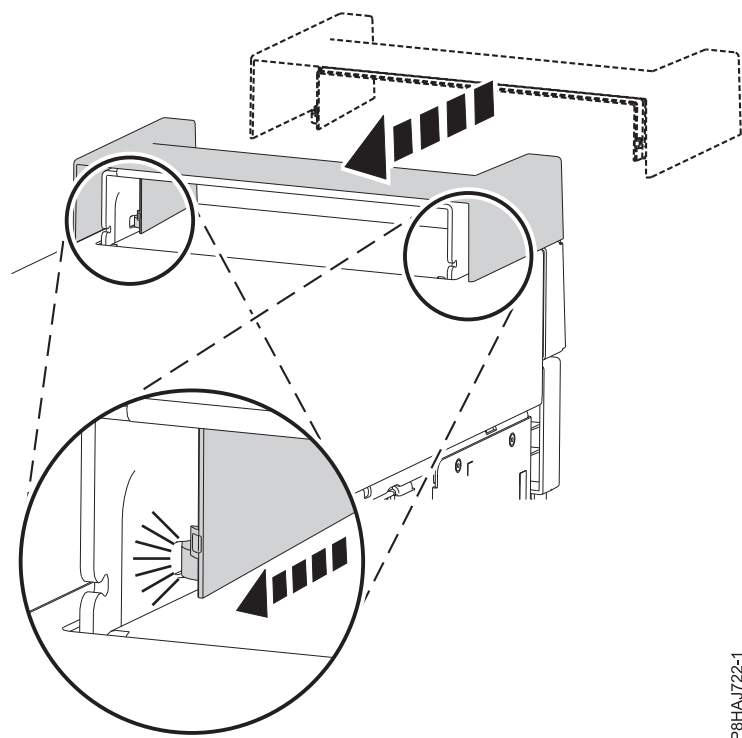

Figura 36. Fixació de la tapa de nansa en un sistema autònom 8286-41A
1. Colleu la tapa de nansa a l'estació d'acoblament RDX interna (FC EUA3) fent-la lliscar cap a la part posterior del sistema. Consulteu Figura 36.